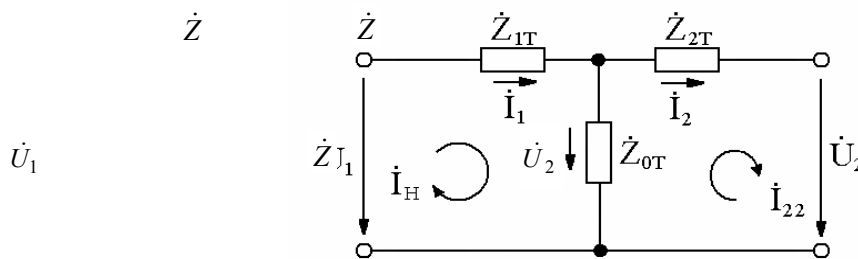

Рис. 5.5
5.1. Выразить коэффициенты ЧП в форме  $\|A\|$  через параметры Т-образной схемы замещения (рис. 5.5)